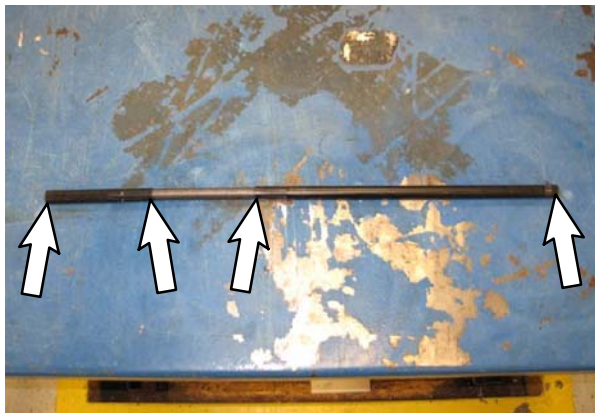

ABB. 29
1. Reinigen Sie die Innenseite der Bohrung der neuen Lenkverbindung (3) sowie beide Seiten des neuen Lenkschafts (1) mit einem alkoholgetränkten Tuch (6) von Öl. Reinigen Sie **nicht** den flexiblen Teil des Lenkschafts. (Abb. 29)